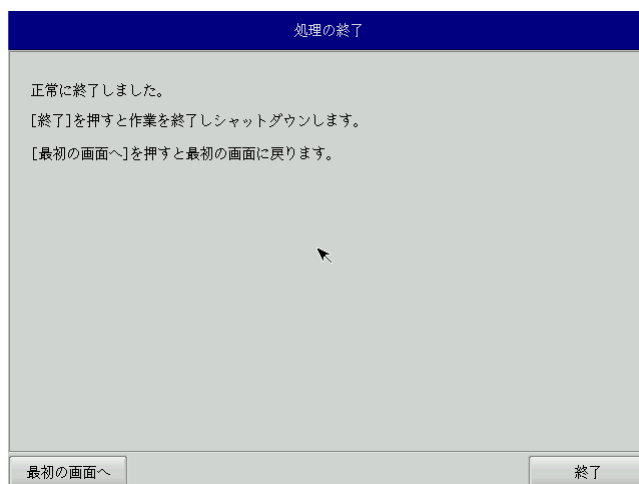

図 6-2-9. 終了画面
- ⑭ 終了画面（図 6-2-9）が表示されるとバックアップ作業は完了です。[終了]ボタンを押して電源を落としてください。